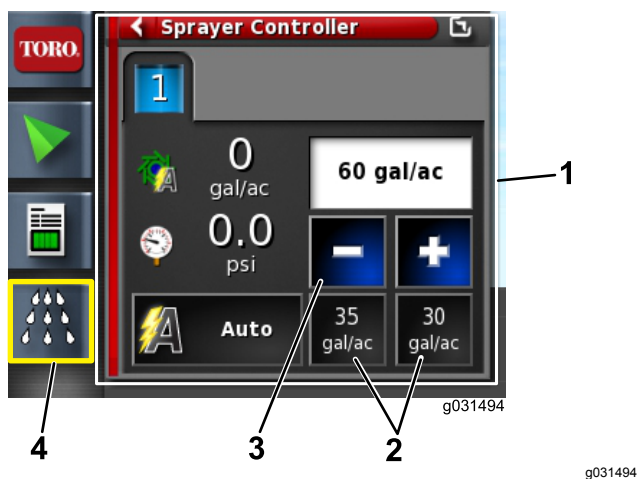

Figura 10
4. Se a taxa não estiver correta, altere a taxa com taxas predefinidas, de forma incremental, ou selecione a taxa atual para introduzir manualmente a taxa de aplicação (Figura 10).